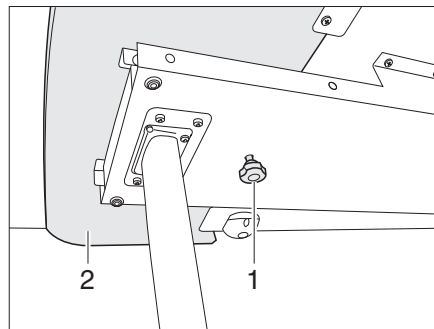
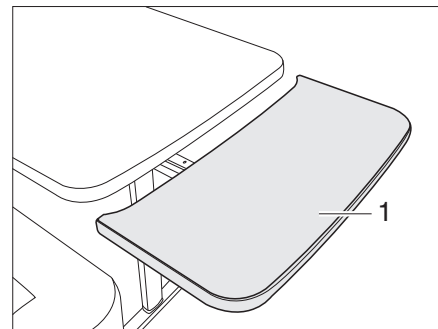

Fig. 94 Verrouillage de la rallonge de table
Fig. 95 Rallonge de table
- Desserrer la vis moletée (Fig. 94,1).
- Faire entièrement sortir la rallonge de table (Fig. 94,2) (Fig. 95).
- Faire opérer un arc de cercle vers le haut à la rallonge du plateau de table (Fig. 95,1). La rallonge du plateau de table affleure au plateau de table.
- Tirer à fond la rallonge du plateau de table (Fig. 95,1) dans le sens opposé au plateau et la pousser vers le bas en forçant la résistance des ressorts de retenue. La rallonge du plateau de table descend en opérant un arc de cercle (Fig. 95).
- Serrer la vis moletée (Fig. 94,1).